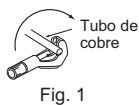

Fig. 1
- A mangueira de drenagem deve ficar voltada para baixo para facilitar o fluxo de drenagem. (Fig. 1)
- Junta a tubagem do refrigerante e a mangueira de drenagem e, em seguida, aplique firmemente fita de feltro (4) a partir da extremidade. A largura de sobreposição da fita de feltro (4) deve ser 1/3 da largura da fita. Utilize um fixador no extremo da fita de feltro (4).
- Retire o tampão de drenagem existente na parte posterior direita da unidade interior. (Fig. 1)
- 1) Corte o tubo de cobre correctamente com um cortador de tubos. (Fig. 1, 2)